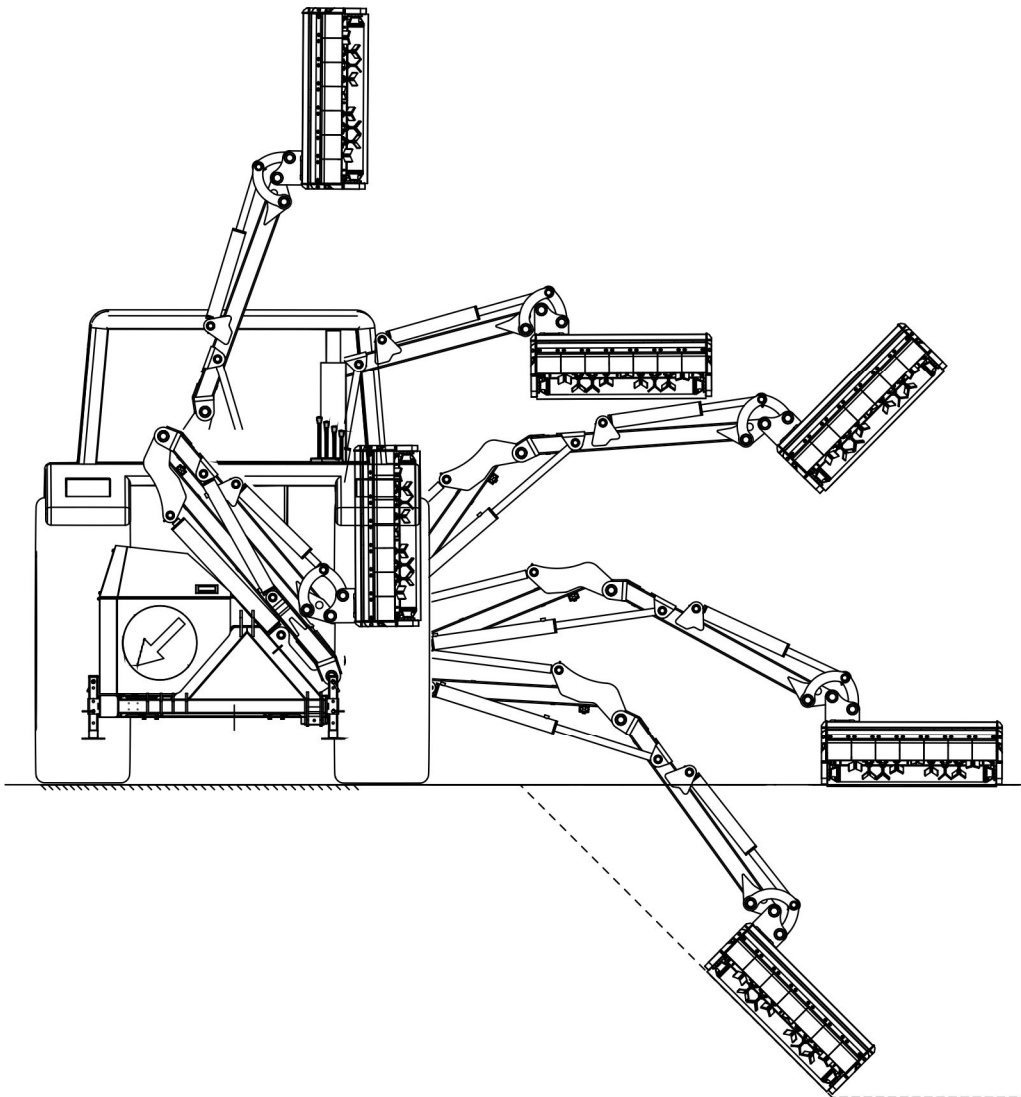

РИСУНОК 4.11 Приклади робочих положень багатofункціональної стріли з косильною головкою GK80L.
- керуючи відповідними гідравлічними серводвигунами стріли, встановити робочу головку в призначене для роботи місце (РИСУНОК 4.11);